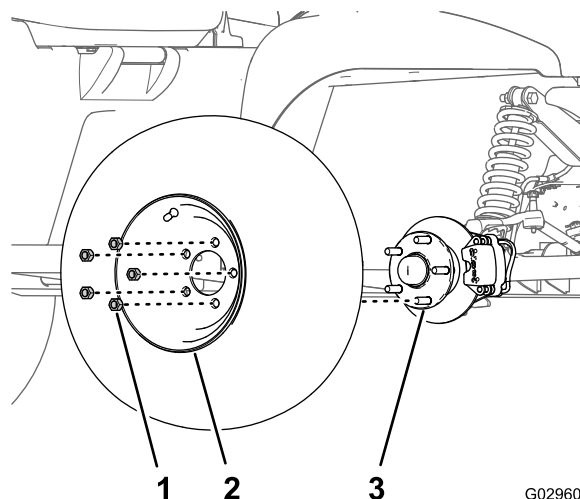

Figura 30
2. Retire las 5 tuercas que sujetan la rueda al cubo (Figura 30).
- Alinee los taladros de la rueda con los espárragos del cubo y monte la rueda en el cubo con la válvula hacia fuera (Figura 30).
- Sujete la rueda al cubo con las tuercas (Figura 30), y apriete las tuercas a 108–122 N·m.